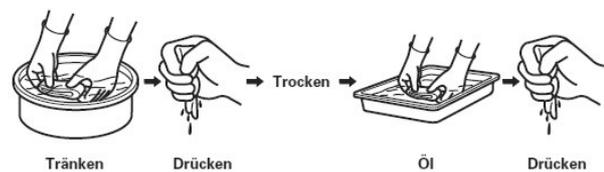

Abb. 31: Schaumfiltereinsatz reinigen
**6 : 1-Untersetzungsgetriebe:** Ölstandkontrollschraube, Einfüllschraube sowie neue Scheiben anbringen und festziehen (s. Abb. 31).